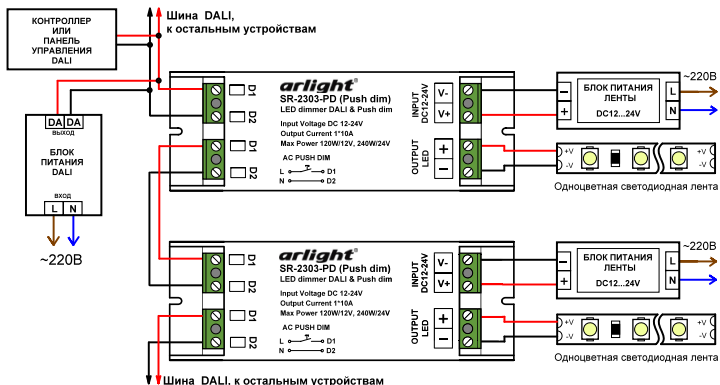

Рис.1. Схема подключения диммеров.
- 3.3. Подключите светодиодную ленту или другой совместимый светодиодный источник света к выходу OUTPUT LED диммера, соблюдая полярность и порядок подключения проводов (см.Рис.1).